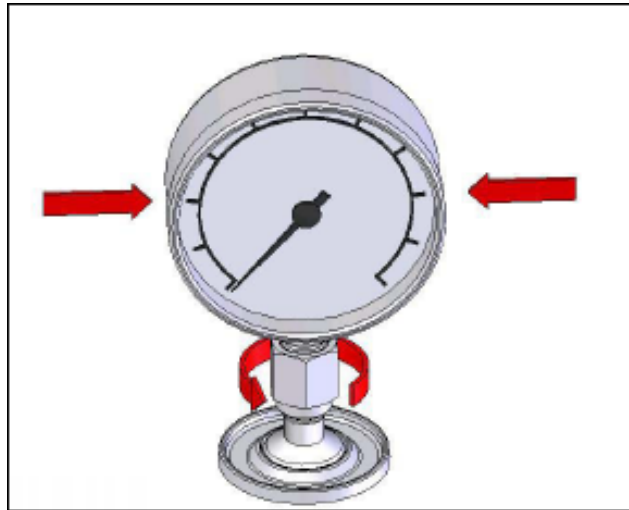

Figure 12. Serrer le manomètre
4. Tenez l'instrument sans bouger tout en tournant l'adaptateur de manomètre dans le sens ANTI-HORAIRE jusqu'à ce qu'il descende sur le joint torique, voir la figure 12.